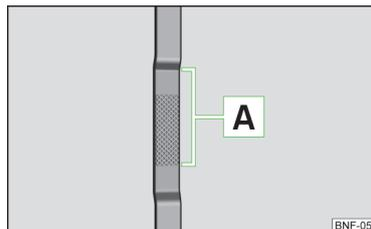

Fig. 101
Jauge d'huile » fig. 101
- Le niveau d'huile ne doit jamais être inférieur ou supérieur au niveau  » fig. 101 – risque d'endommagement du moteur et du système d'échappement !